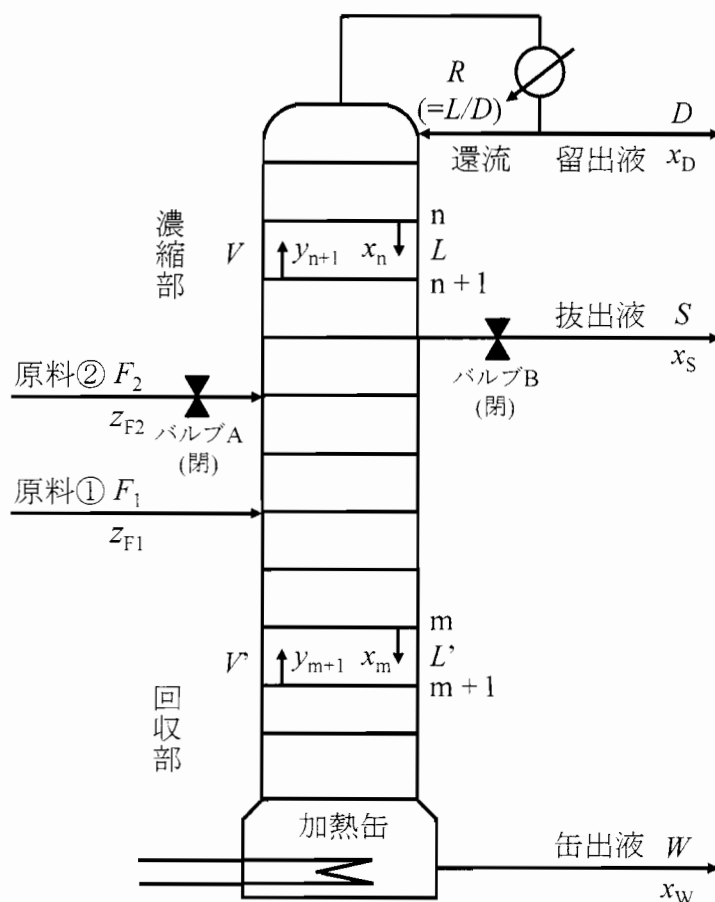

図 1
- (a) 図1に示す精留塔を用い、大気圧下で2種類の揮発性成分の混合物（理想溶液）を分離するプロセスを考える。沸点の液をモル流量 F_1 で供給し（原料①）、塔頂および塔底から留出液および缶出液を回収し、塔頂では還流する。ここで、McCabe-Thiele の仮定が成立するものとする。